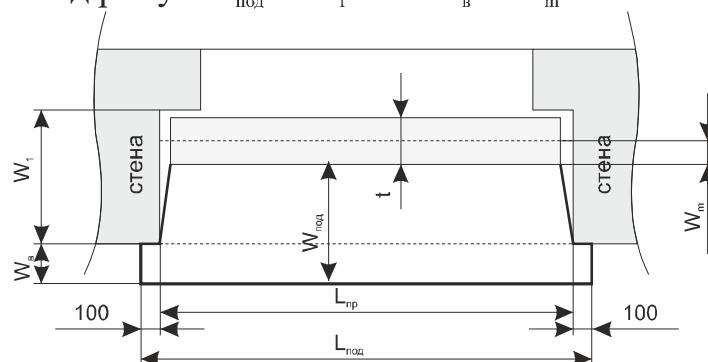

Рис. 11
- 3 Размеры подоконника (Рис.11).